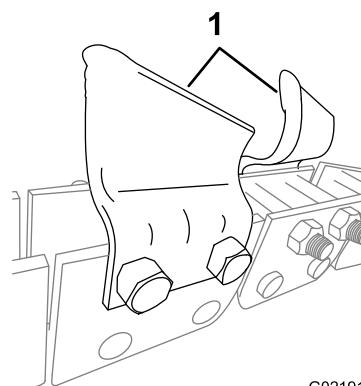

Figure 22
- Les **dents en cuillère** (Figure 22) sont à privilégier pour creuser les sols légers et moyens. La conception en cuillère des dents leur permet de pénétrer dans le sol et de ramener la terre vers le haut et hors de la tranchée.